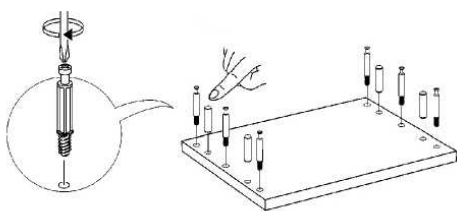

Рис. 3 - Установка шкантов и штоков эксцентриков
- 2.1 Ввинтите в царги (3,4) штоки эксцентриков, а также вставьте шканты. (Рис.3).